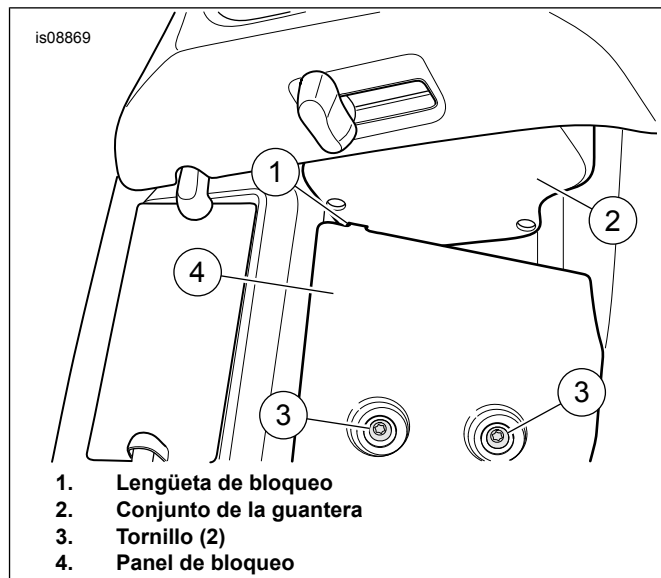

Figura 2. Lengüeta de seguridad y panel de bloqueo
3. Consulte la Figura 2. **En la parte delantera:** Quite los tornillos (3), el panel de bloqueo (4) y la guantera (2).